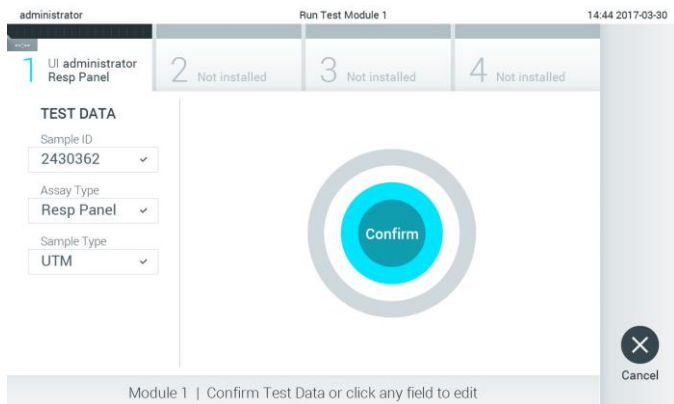

图 26. Confirm（确认）屏幕。
5. 将出现 Confirm（确认）屏幕。检查输入的数据并通过在触摸屏上按下相关字段，然后编辑信息来进行必需的更改（图 26）。